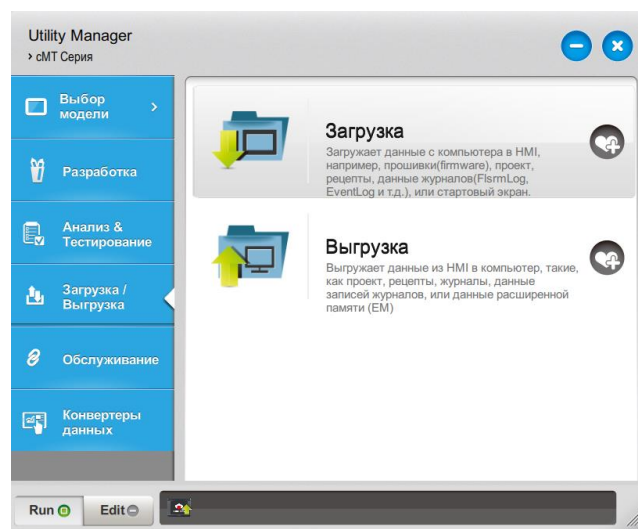

Рисунок 4.20 – Окно «Загрузка/Выгрузка» ПО Utility Manager
3. Перейти на вкладку «Загрузка/Выгрузка» (рисунок 4.20).